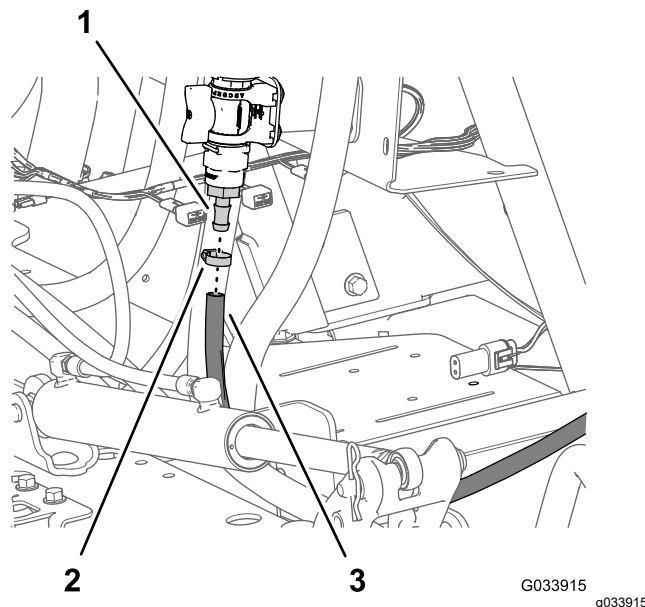

Figura 36
6. Conecte la manguera de la lanza de fumigación en el acoplamiento dentado de la válvula de control, y sujete la manguera al acoplamiento con una abrazadera (Figura 36).